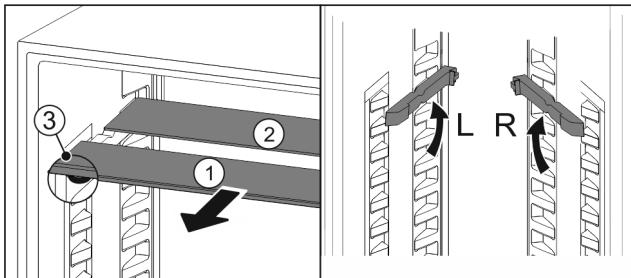

Fig. 70
- По одной извлеките Fig. 70 (1) стеклянные панели движением вперед.
- Стеклянная панель Fig. 70 (1) с декоративной планкой лежит спереди.
- Стопоры Fig. 70 (3) показывают вниз.